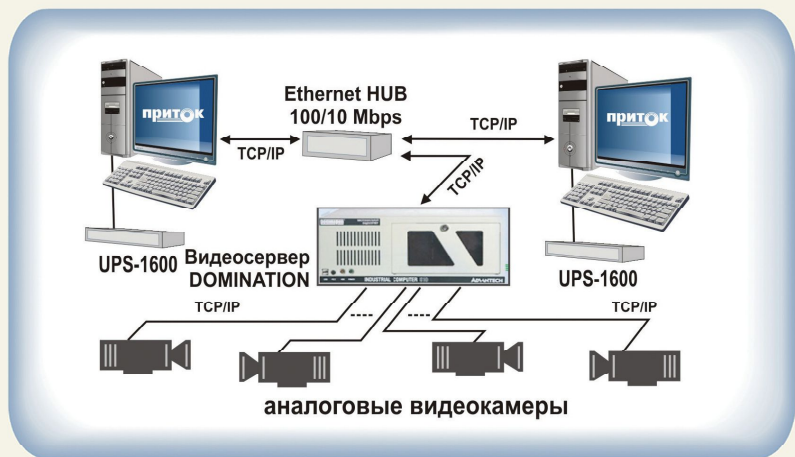
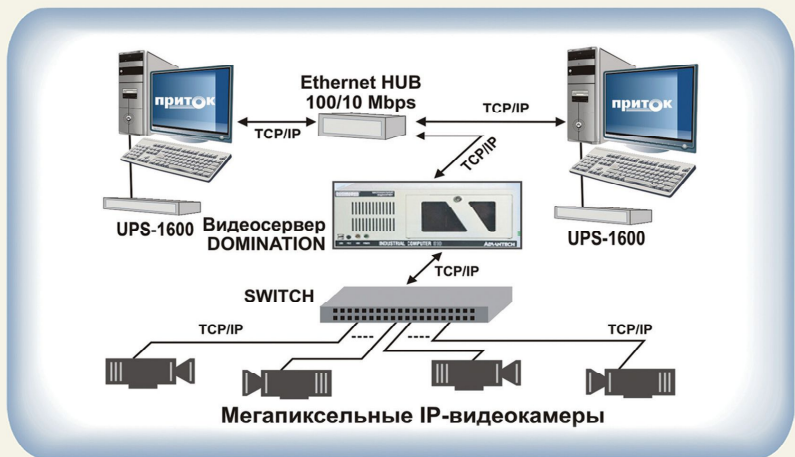

Рис. 10 ПЦН Приток-Видео с применением аналоговых видеокамер
Рис. 11 ПЦН Приток-Видео с применением IP-видеокамер
10. Для обеспечения визуального наблюдения за охраняемыми объектами мы можем создать на основе ИС «Приток-А» систему видеонаблюдения. Для этого к ПЦН подключаем видеосервер, работающий с аналоговыми видеокамерами (см. рис. 10), или видеосервер, к которому через SWITCH подключаются IP-видеокамеры (см. рис. 11).